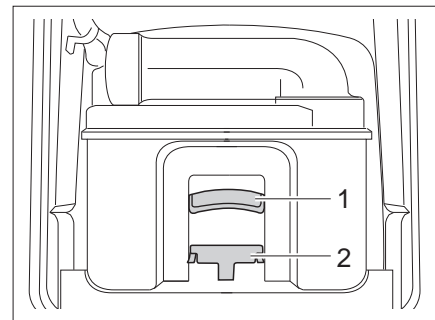

Bild 164 Thetford-kassetten
- Dra hållbygeln (Bild 164,2) framåt för att låsa upp toalett-kassetten och dra ut kassetten i handtaget (Bild 164,1).